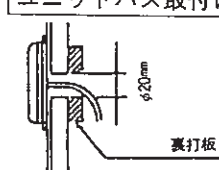

図5
- ・ユニットバスの場合はφ5mmの孔をあけ、リモコンが取り付けユニットバス外壁面に裏打板を取り付けます。(図5)